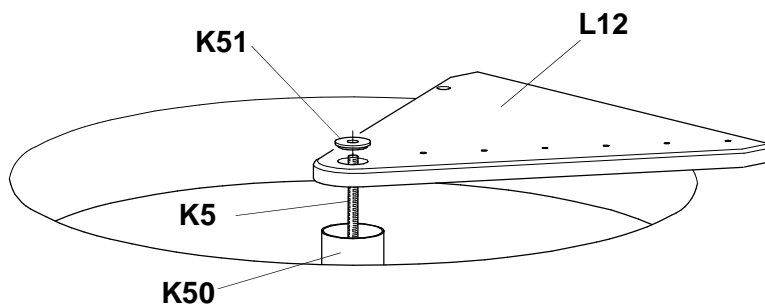

Fig. 10
- Pour obtenir une mesure de coupe parfaite, enfiler la marche **L12** dans la vis **K5** comme indiqué fig. 10.
Pour positionner correctement la marche palière, utiliser la rondelle **K51** comme centrage de la marche. (Fig.10)